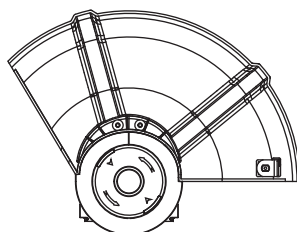

Fig. 3
1. Placer l'outil sur le dos sur une surface de travail propre (Fig.3).
3. Installer une (1) vis dans chacun des trous correspondants du boîtier du moteur.